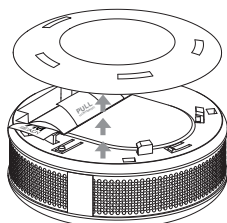

Fig. 2
2. Verwijder de deksel (Fig. 2).